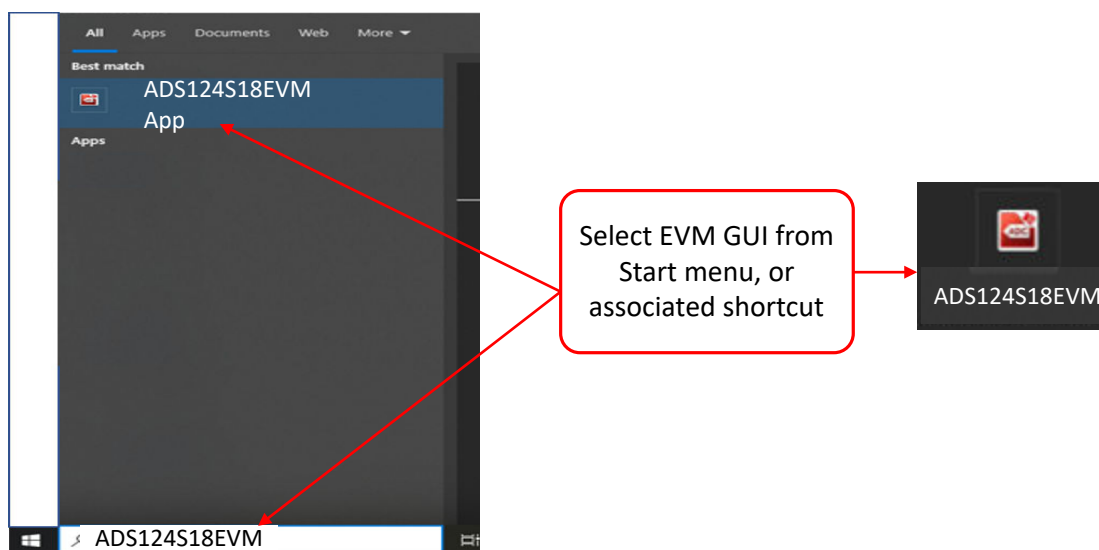

图 4-2. 启动 ADS124S18EVM GUI 软件
5. 使用图 4-2 中所示的开始菜单或已安装的图标启动 GUI 软件。检查 GUI 右下角的已连接指示灯是否为绿色，如果是绿色，则表示 ADS124S18EVM 和 PAMB 控制器卡已成功连接并与 GUI 进行通信。如果该指示灯为灰色，请选中 GUI 右上角的演示模式，然后取消选中该模式以切换回正常数据采集模式。